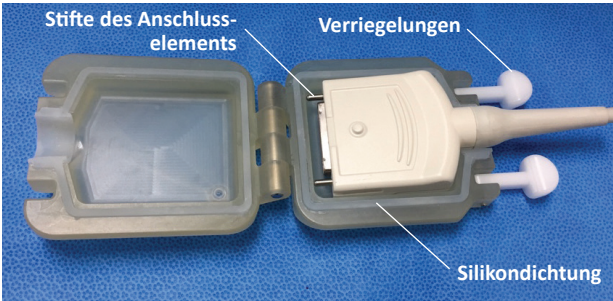

Abbildung 1-7: Fest von seiner Schutzabdeckung umschlossenes Anschlusselement der Sonata-IUUS-Sonde
- Die beiden Verriegelungen eindrücken, sodass sie vollständig einrasten (siehe Abbildung 1-7).